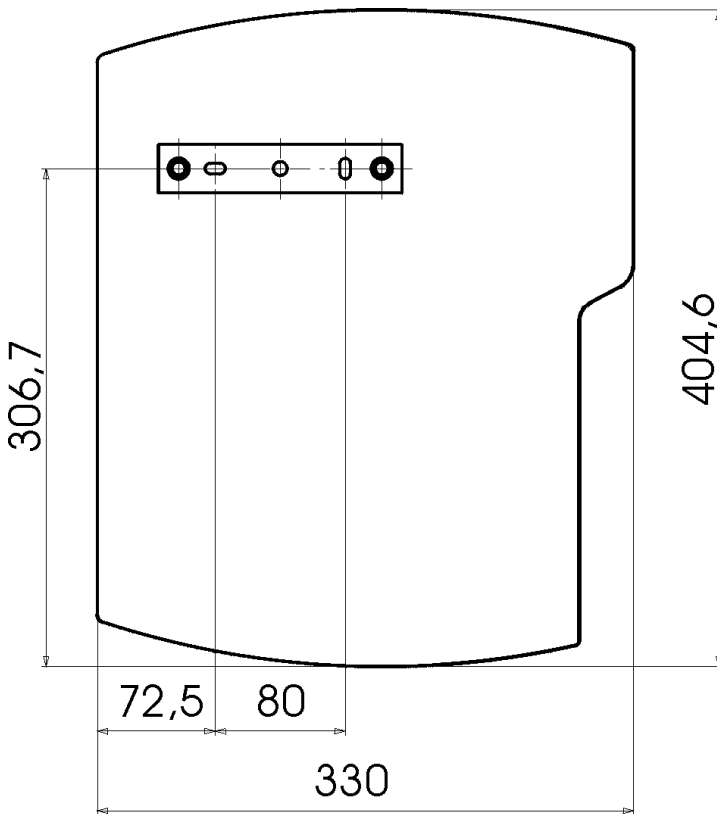

Abb.3a: Bohrmaße
- Befestigungspunkte der Montageplatte **(23)** an der Wand anzeichnen und zwei Löcher $\varnothing 8\text{mm}$ bohren. **(Abb.3a)**